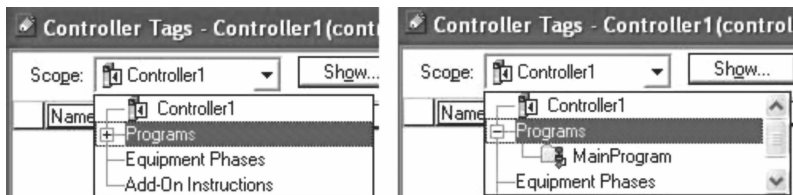

图 6-5 控制程序选择列表
3. 选择“程序→主程序”（Programs→MainProgram），如图 6-5 所示。